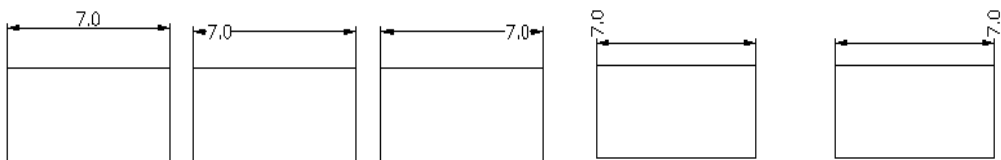

图 7-13 尺寸文本在水平方向的放置
(2) “水平”下拉列表框：确定尺寸文本相对于尺寸线和尺寸界线在水平方向的对齐方式。单击右侧的向下箭头弹出下拉列表，对齐方式有以下5种：置中、第一条尺寸界线、第二条尺寸界线、第一条尺寸界线上、第二条尺寸界线上，如图7-13所示。